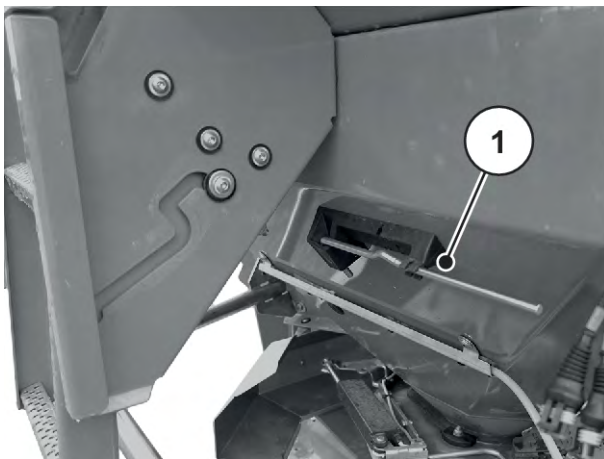

Fig. 36: Indstillingsarmens placering AXIS xx.2
- ▶ Læg indstillingsarmen tilbage i den dertil beregnede holder. Se *Fig. 36 Indstillingsarmens placering AXIS xx.2*